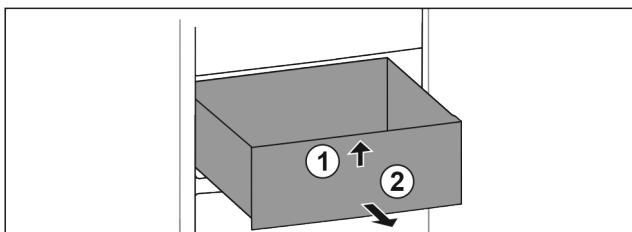

Fig. 19
- Nadvihnite zásuvku vpred. Fig. 19 (1)
- Odoberte zásuvku dopredu. Fig. 19 (2)